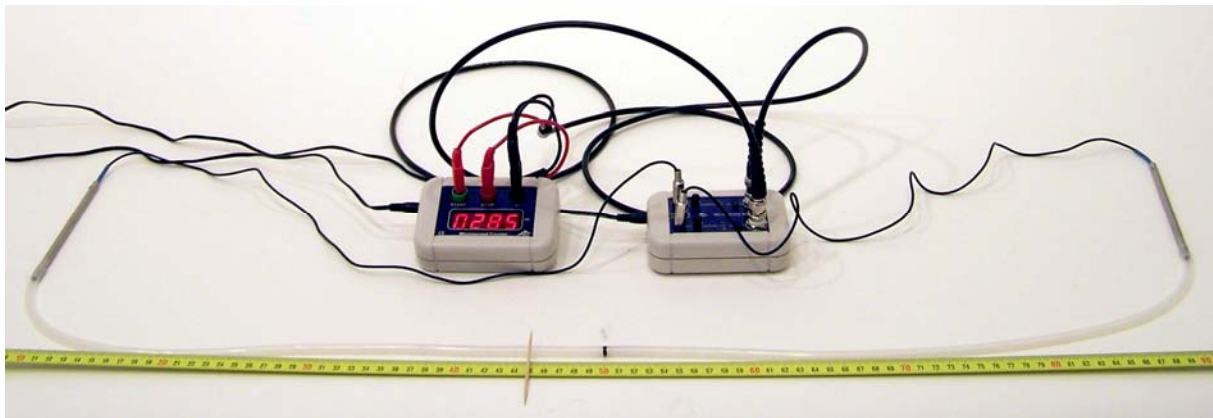

Fig. 1 : Mesure de la différence de temps interaurale entre deux sondes à microphone avec le compteur de millisecondes.
- Introduire les sondes à microphone à une profondeur respective d'environ 1,5 cm dans les extrémités du tuyau flexible de 1 m et le disposer ensemble avec la règle graduée de telle façon que le centre du tuyau marqué d'un repère corresponde à la graduation de 50 cm de la règle graduée (Fig. 1).